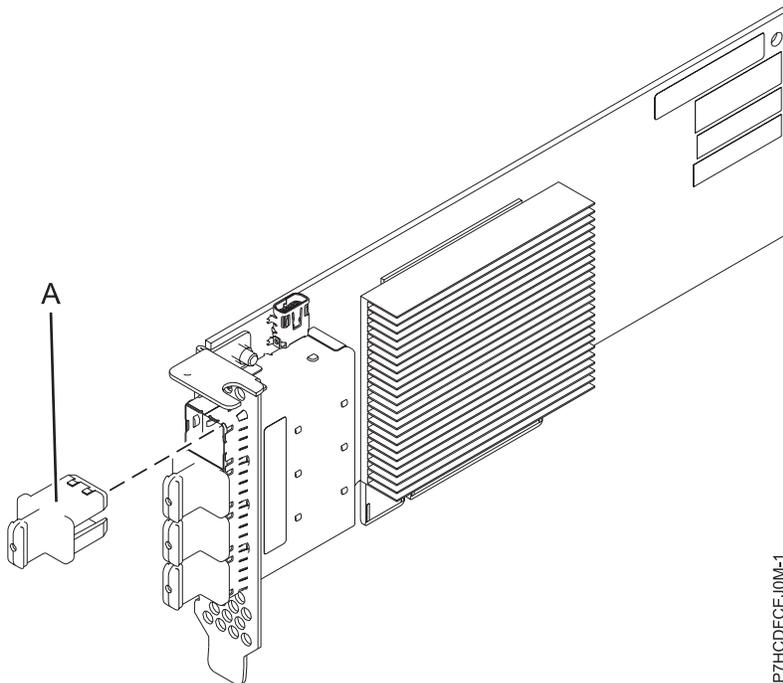

Figura 6. Adaptador PCIe3 LP de 4 puertos x8 SAS
El adaptador PCIe3 LP de 4 puertos x8 SAS es un adaptador PCI Express (PCIe) de generación 3, RAID SAS de formato corto y altura reducida. El adaptador se utiliza en aplicaciones SAS (SCSI con conexión en serie) de alto rendimiento y alta densidad. Admite la conexión de unidades de DVD o de cinta SAS mediante cuatro conectores mini-SAS de alta densidad (HD) x4 que permiten utilizar enlaces físicos en diversas configuraciones de puerto estrecho y ancho. La conexión de cinta SAS sólo está soportada en una configuración de un solo adaptador y no puede combinarse con discos SAS en el mismo adaptador. El adaptador no tiene memoria caché de escritura. La Figura 6 muestra el adaptador PCIe3 LP de 4 puertos x8 SAS.
La Figura 6 muestra el adaptador. El conector (A) está instalado en un puerto vacío y evita daños en dicho puerto cuando se conecta o retira un cable de los conectores de puerto adyacentes.